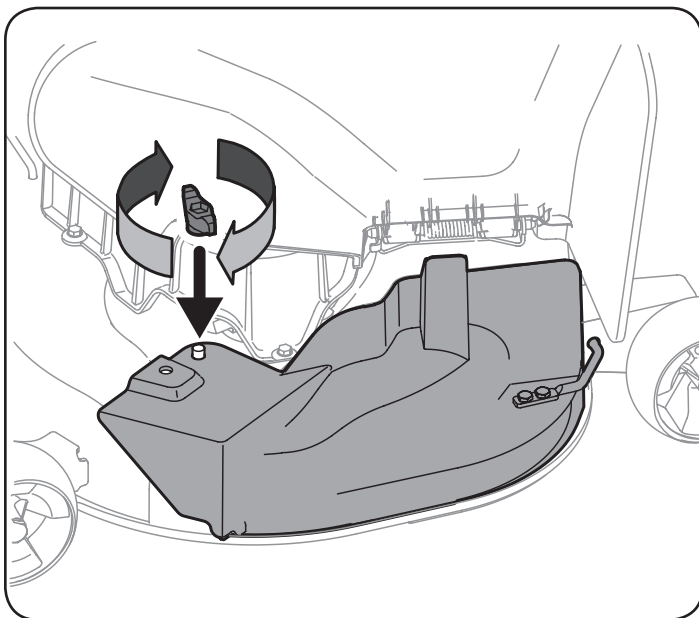

Figura 7
4. Asegure el adaptador para abono en su lugar con la perilla de aletas. Consulte la Figura 7.